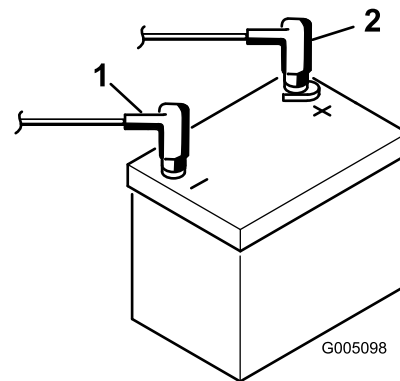

Figura 7
8. Conecte el cable positivo (rojo) al borne positivo (+) de la batería y sujételos usando los pernos y las tuercas (Figura 7). Deslice la cubierta de goma sobre el terminal positivo para evitar posibles cortocircuitos eléctricos.